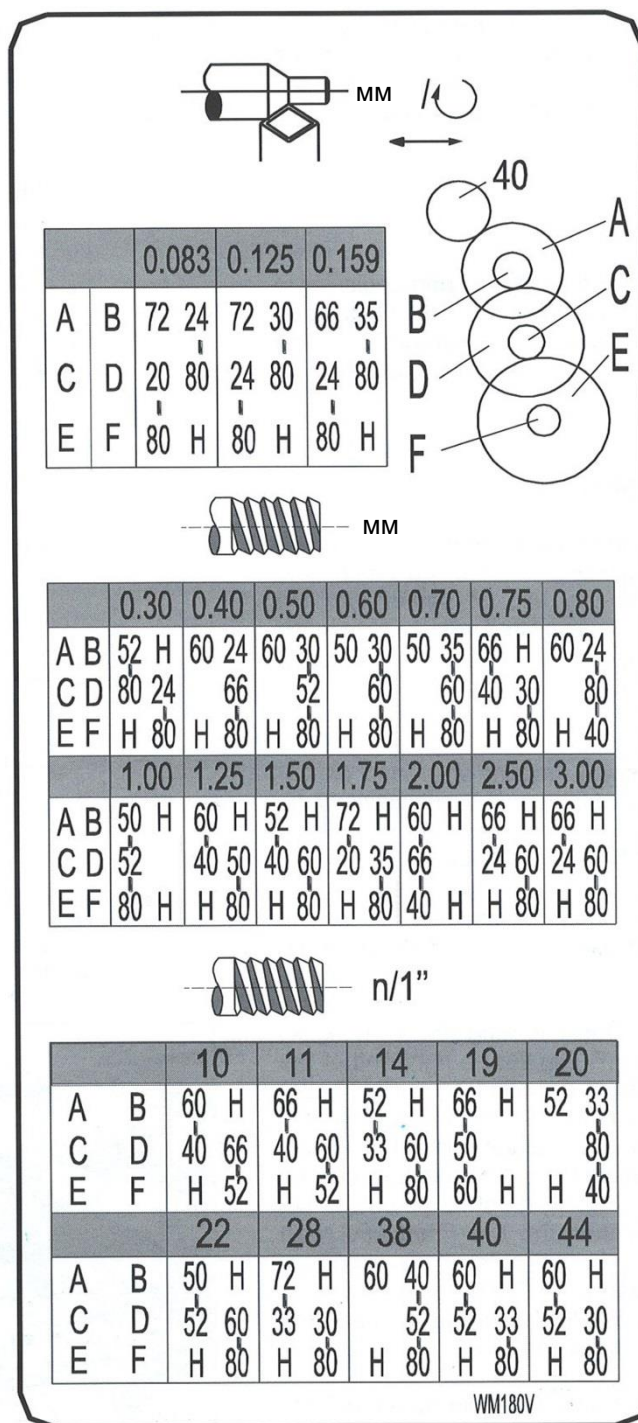

Рис. 20
6. Установите пары шестерен по таблице резьб и скоростей подачи (рис. 20) и снова прикрутите зубчатые колеса к зубчатому сектору винтами.
Установите необходимый шаг резьбы станка (согласно таблице резьбонарезки, рис. 20). Запустите станок и задействуйте полугайку. Когда резец соприкоснется с деталью, он прорежет начальный резьбовой желоб. По окончании нарезки остановите станок, выключив двигатель, и одновременно уберите резец от детали так, чтобы он вышел из резьбы. Не расцепляйте рычаг полугайки. Запустите двигатель в обратную сторону, позволив резцу пройти обратно до начальной точки. Повторяйте эти этапы до получения необходимых результатов.